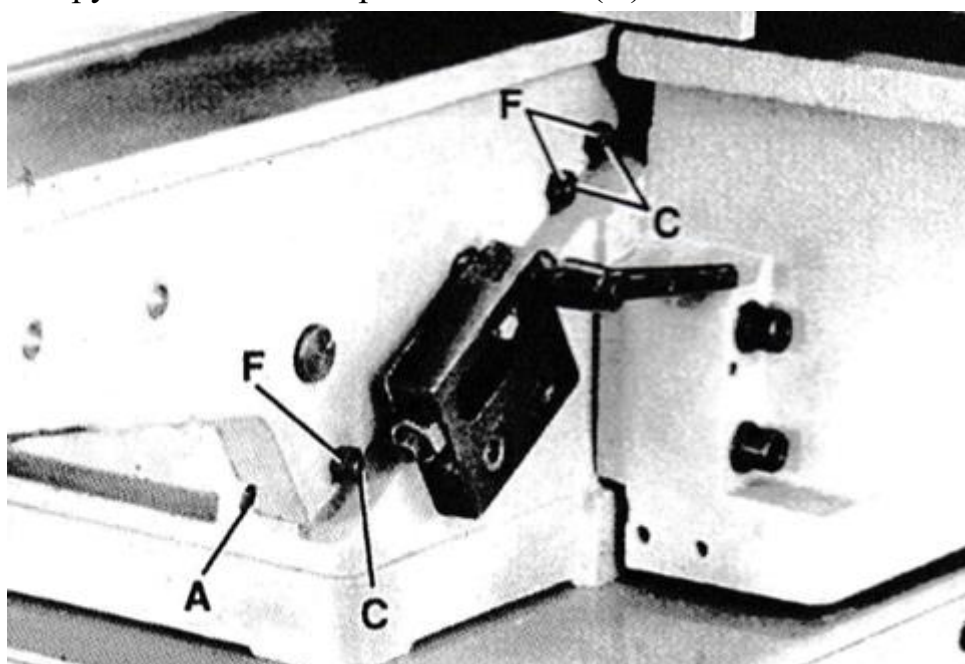
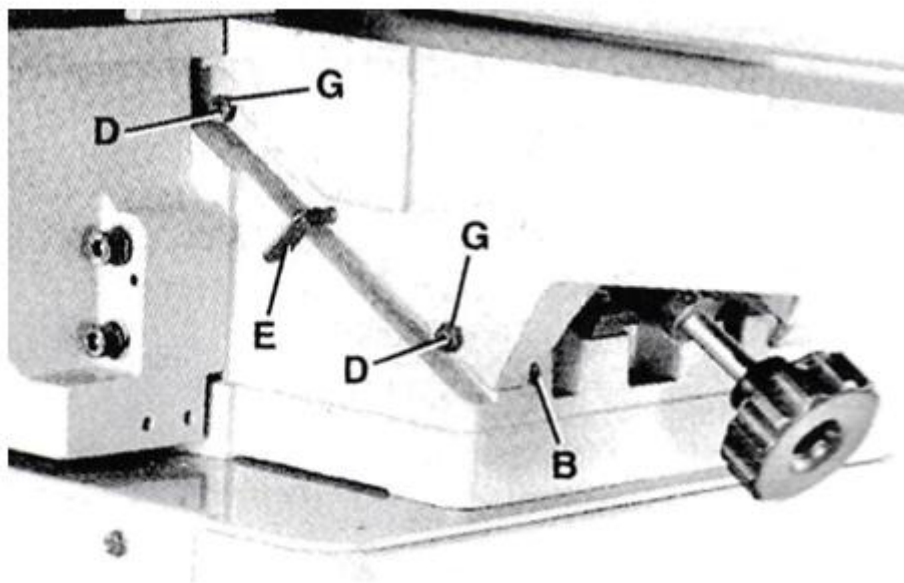

Рис. 31 Клин для загрузочного стола
Рис. 32 Клин для приемного стола
Клинья используются для компенсации зазора между направляющих типа «ласточкин хвост» на основании и загрузочным и приемным столом. Клин для загрузочного стола представлен на (А) – Рис. 31.
Клин для приемного стола показан на (В) – Рис. 32. Правильная настройка клина необходима для нормального функционирования фуговального станка. Клинья были отрегулированы на заводе и не требуют дальнейшей настройки. Если она все же потребуется, действуйте следующим образом.
Для настройки клиньев загрузочного и приемного стола, открутите три стопорные гайки (F) – Рис. 31 для загрузочного стола или две стопорные гайки (G) – Рис. 32 для приемного стола. При работе с загрузочным столом убедитесь, что стопорная рукоятка стола откручена. При работе с приемным столом убедитесь, что стопорный винт (E) – Рис. 32 откручен.
Затяните или открутите три регулировочных винта клина (C) – Рис. 31 для загрузочного стола или два регулировочных винта клина (D) – Рис. 32 для приемного стола. Начиная с нижнего винта и перемещайтесь к верхнему. Немного поднимите внешнюю кромку регулируемого стола. Это устраним любую вероятность смещения стола. После завершения настройки клиньев затяните стопорные гайки (F) – Рис. 31, (G) – Рис. 32, стопорный винт стола (E) – Рис. 32 и стопорную рукоятку загрузочного стола.